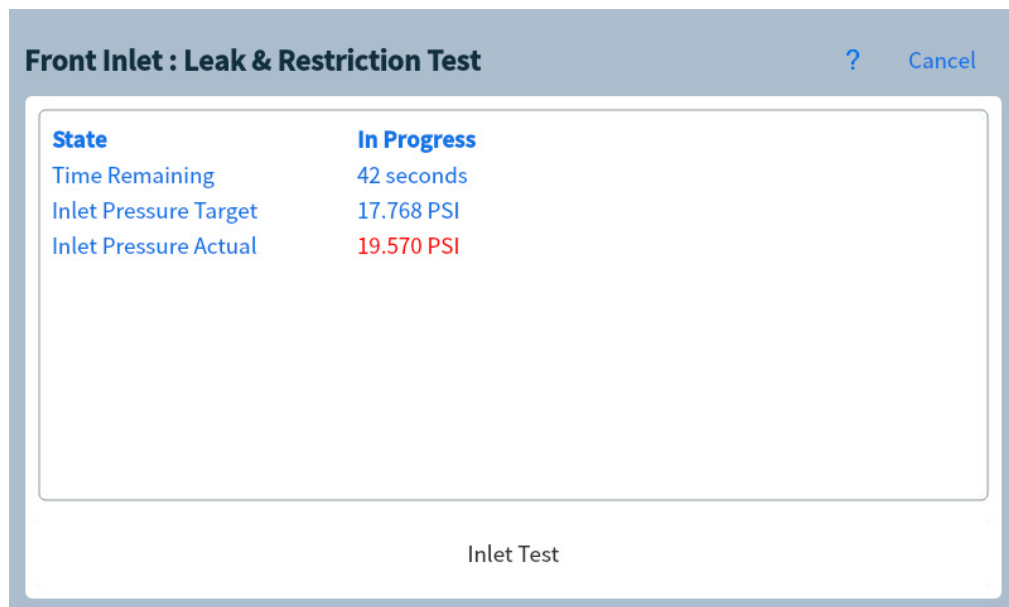

Figura 43. Pagina test perdite e restrizione.
- 3 Premere **Start Test**. Il test viene avviato. I dettagli del test sono visualizzati con i risultati del test. Vedere **Figura 43**.